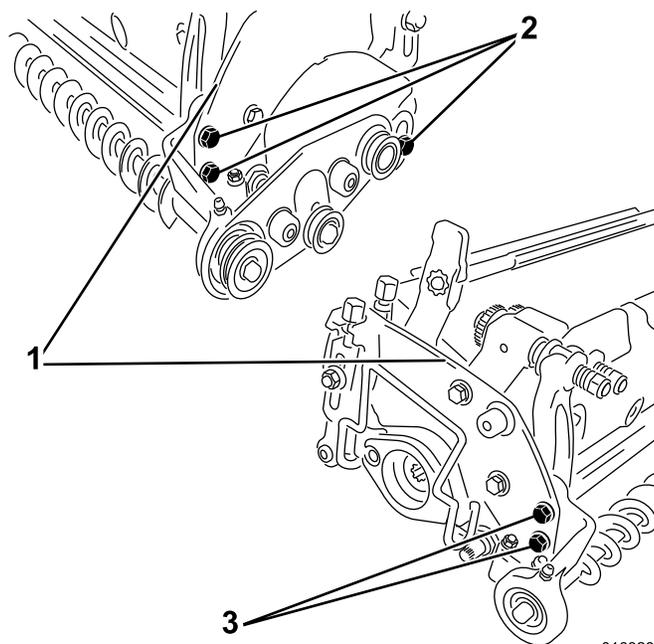

Figura 10
- A. Allentate i bulloni che fissano i supporti della spazzola alle piastre laterali dell'elemento di taglio; vedere Figura 10.